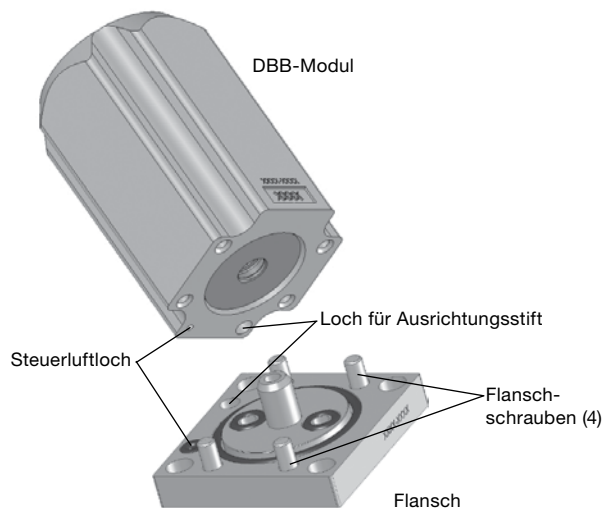

Abb. 6
3. Den **Lufteingang** und die **Ausrichtungslöcher** auf dem neuen **Flansch** mit denen an der Unterseite des DBB-Moduls ausrichten. Siehe Abb. 6.